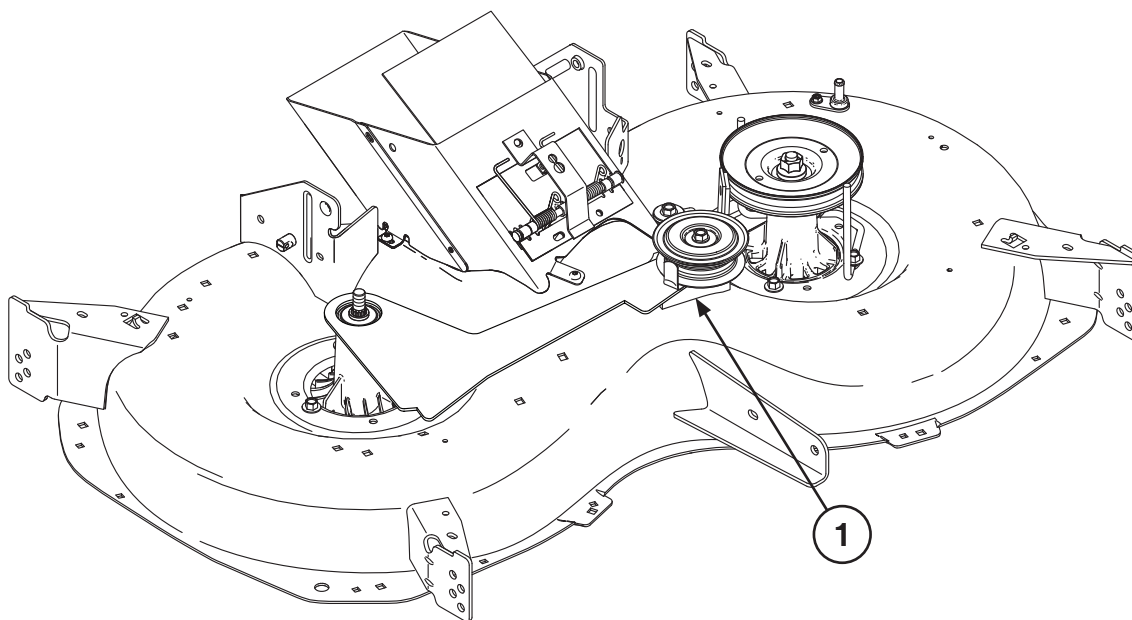

Fig. 3
- Ⓟ 5. Przykręć szablón do wspornika stałego koła pasowego biernego (1) (rys. 3).